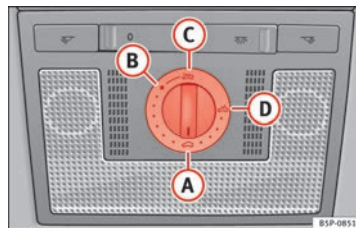

Fig. 66 Detalle del revestimiento interior del techo: mando giratorio del techo corredizo/deflector.
- Gire el mando a la posición **A** ⇒ fig. 66 ⇒ Δ.